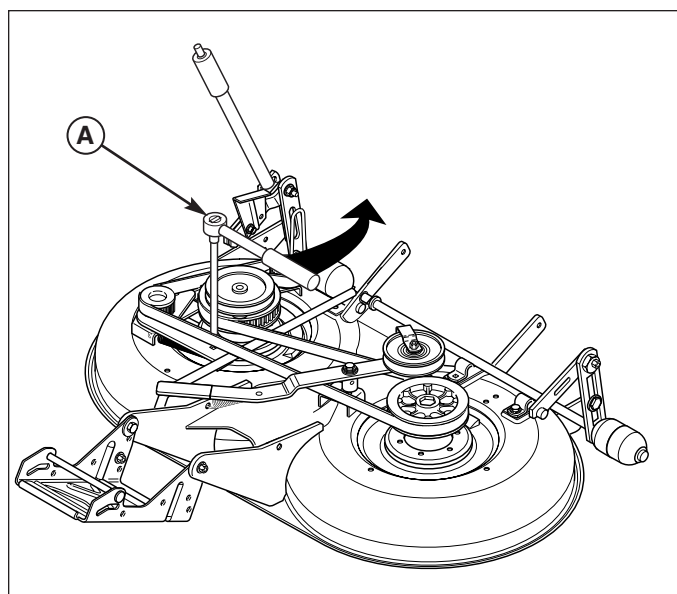

Figure 22. Relâcher la tension de la courroie dentée
4. A l'aide d'une clé à cliquet de 3/8" et d'une rallonge (Figure 22), insérer l'extrémité carrée de la rallonge dans le trou carré (D) et faire tourner le tendeur à ressort (B, Figure 21) pour relâcher la tension de la courroie (C).
5. Retirer la courroie (C) et vérifier qu'il n'existe pas de fissures, de dents manquantes ou de traces d'usure. Remplacer la courroie si elle est usée ou endommagée.
6. Remonter la courroie (C). Relâcher le tendeur (B) pour permettre au ressort de tendre automatiquement la courroie dentée.
7. Serrer la vis à tête du tendeur (A) et remonter les caches de courroie.